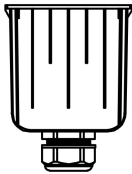
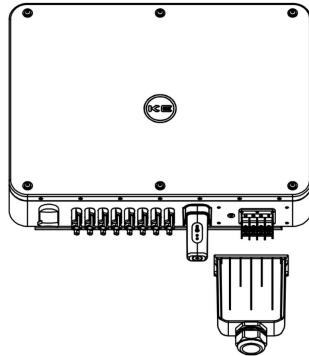

图3.10 拆开交流盖
图3.11 拆开交流端子固定螺丝
3) 将逆变器交流接线盒上的 4 个螺丝拆开取下交流接线端盖 (如图 3.10)，拆开交流端子的固定螺丝 (如图 3.11)。